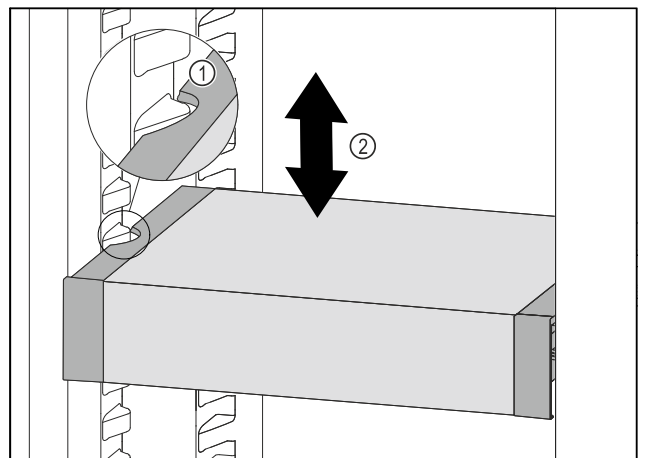

Fig. 102
- VarioSafe naar voren trekken tot de uitsparingen aan de zijkant van de VarioSafe zich ter hoogte van de rib in het koelgedeelte bevinden. Fig. 102 (1)
- VarioSafe in het koelgedeelte omhoog of omlaag bewegen tot de gewenste hoogte is bereikt. Fig. 102 (2)